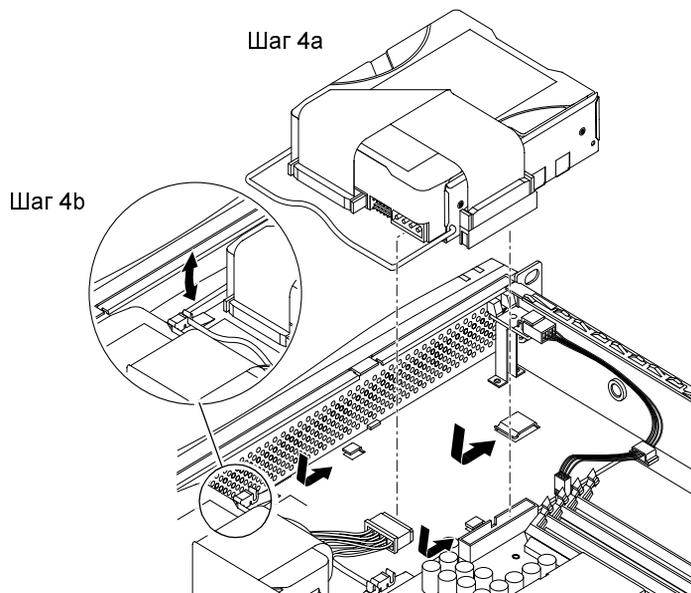

РИС. 8-9 Установка жесткого диска
4. Вставьте новый жесткий диск, придав ему правильное положение (см. РИС. 8-9).